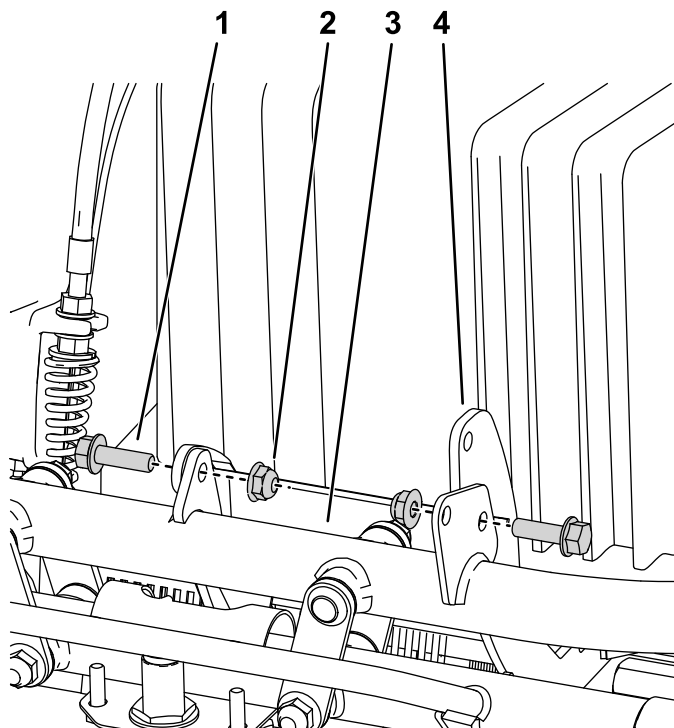

图 4
4. 卸下将电池平台固定到机器前部的 2 个螺栓和螺母并取下平台和电池图 4。